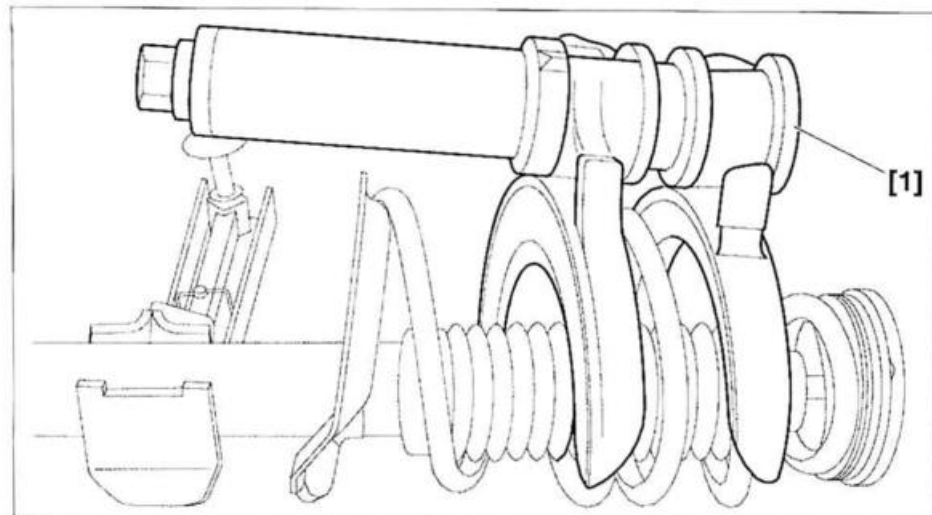

FIG. 4
- Colocar el elemento de suspensión equipado con el compresor [1] (ref. 4137-T) en un tornillo de banco con un útil tipo Facom D22 (fig. 4).